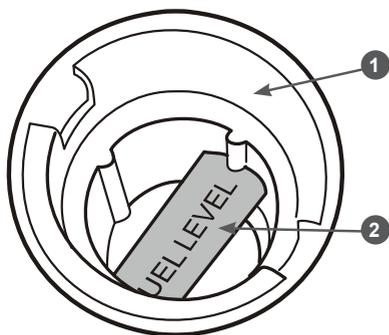

Рис. 11. Указатель максимального уровня топлива в топливном баке
Не заполняйте топливный бак полностью. Заполняйте топливный бак не выше указателя максимального уровня («FUEL LEVEL»), расположенного в сетчатом фильтре в горловине топливного бака (Рис. 11).
3. Залейте бензин в топливный бак при помощи специальной емкости или воронки до уровня, показанного на Рис. 11.